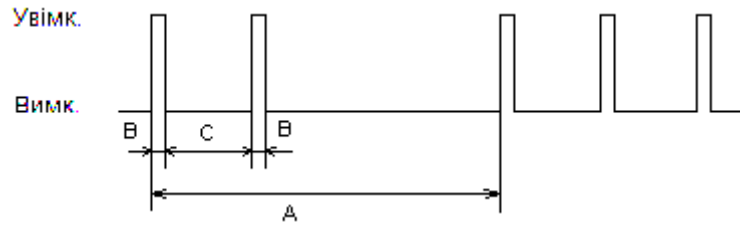

Рисунок 6 – мигання індикатора спалахами
- мигає подвійними спалахами під час очікування підтвердження взяття під охорону з інтервалом $A = 2$ с; $B = 0,2$ с; $C = 0,6$ с (дивись рисунок 6).
- мигає подвійними спалахами під час очікування підтвердження взяття під охорону (рисунок 6).
- спалахує кілька разів підряд з інтервалом $A = 3$ с; $B = 0,04$ с; $C = 0,5$ с (рисунок 6).